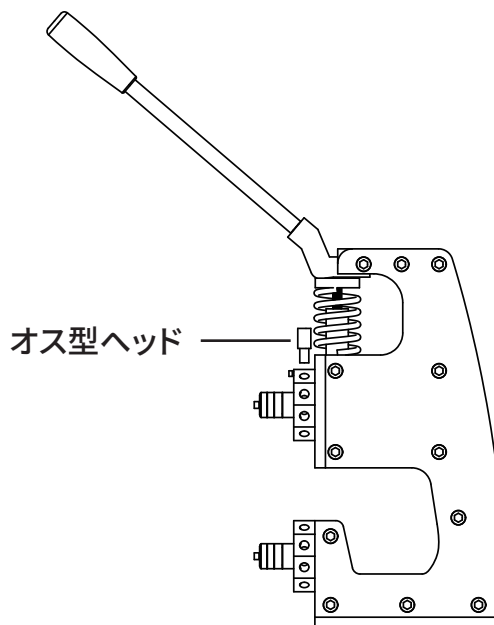

図2
- 2、図2のように、上型(オス)を回転台ベースの所定位置に取り付けます。